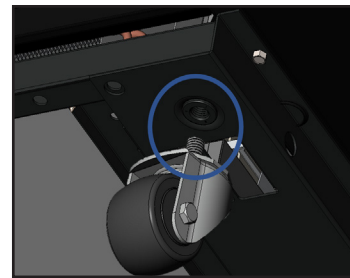

Fig. 6. Afloje los pernos de la ruedecilla.
1. Afloje los pernos de las ruedecillas lo suficiente como para deslizar las cuñas de las ruedecillas provistas entre la placa de montaje de la ruedecilla y la parte inferior del gabinete. Consulte la fig. 6.